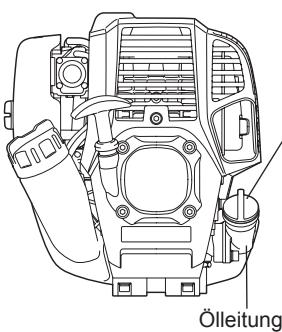
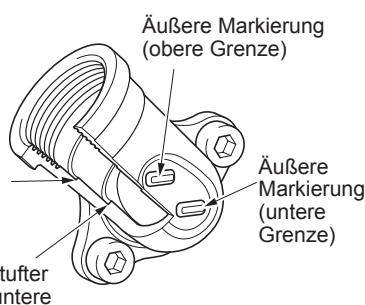

Abb. 1
Abb. 2: Ölleitung
- Legen Sie den Motor waagerecht ab, entfernen Sie den Öldeckel (Abb. 1) und prüfen Sie, ob Sie Öl im Bereich zwischen den oberen und unteren Grenzmarkierungen der Ölleitung sehen (Abb. 2).